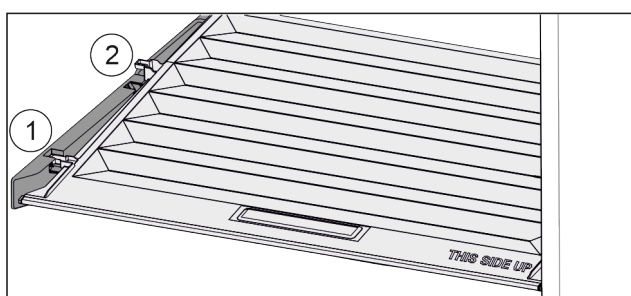

Fig. 75
- ▶ Издърпайте напред Fig. 75 (1) капака до отвора в задържащите части.
- ▶ Повдигнете го отзад отдолу и отстранете Fig. 75 (2) нагоре.